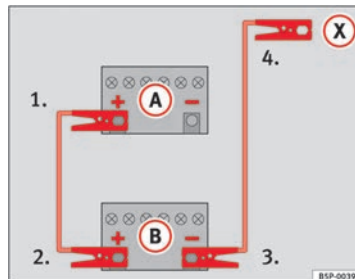
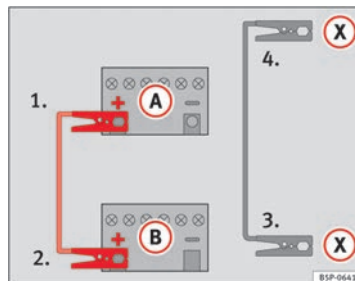

Fig. 126 Esquema de conexión para vehículos sin sistema Start Stop.
Fig. 127 Esquema de conexión para vehículos con sistema Start Stop.
- Emborne un extremo del cable *rojo* de emergencia al polo positivo (+) del vehículo con la batería descargada (A) ⇒ fig. 126.
- Emborne el otro extremo del cable *rojo* de emergencia al polo positivo (+) del vehículo que suministra la corriente (B).
- Emborne un extremo del cable *negro* de emergencia al polo negativo (-) del vehículo que suministra la corriente (B) ⇒ fig. 126.
- Emborne el otro extremo del cable *negro* de emergencia (X), en el vehículo con la batería descargada, a una pieza de metal maciza que vaya atornillada al bloque motor o al mismo bloque motor pero más alejado posible de la batería (A).
- Emborne un extremo del cable *rojo* de emergencia al polo positivo (+) del vehículo con la batería descargada (A) ⇒ fig. 127.
- Emborne un extremo del cable *negro* de emergencia (X) a un terminal de masa adecuado, a una pieza de metal maciza que vaya atornillada al bloque motor o al mismo bloque motor ⇒ fig. 127.